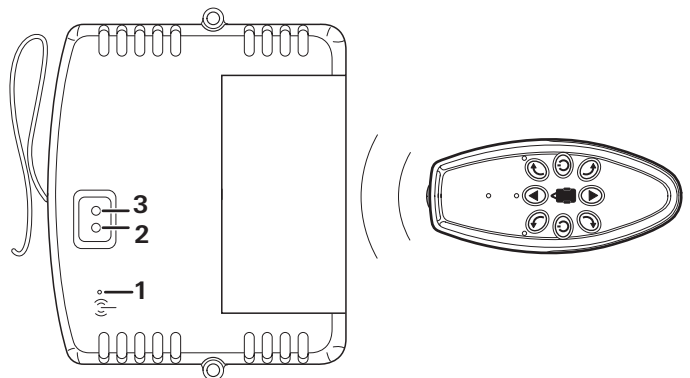

Figura 12
- Pulsar el botón de restablecimiento (figura 12 - 1) del mando con un objeto fino. Puede utilizarse la antena del mando. El LED verde y rojo (figura 12 - 2/3) del mando parpadean ahora alternativamente.